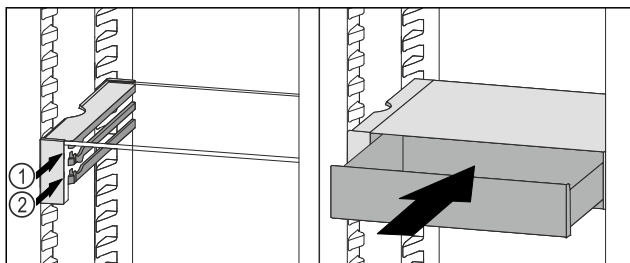

Fig. 220
- ▶ Установите выдвижной ящик VarioSafe за стопоры на требуемый выступ Fig. 220 (1) или Fig. 220 (2).